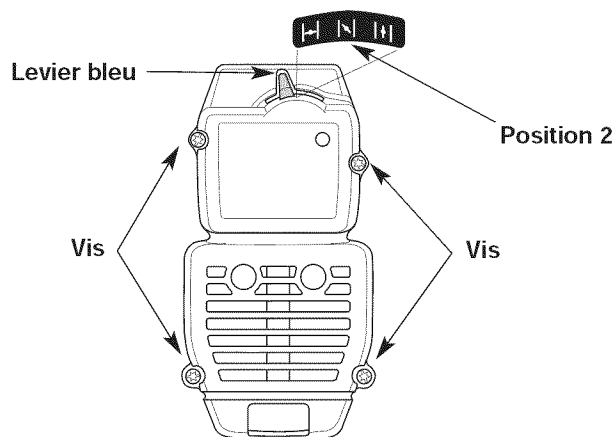

Fig. 23
REMARQUE: pour enlever le couvercle du filtre à air/silencieux, le levier bleu doit être en Position 2 (Fig. 23).
2. Retirez les quatre (4) vis retenant le couvercle du filtre à air/silencieux (Fig. 23). Servez-vous d'un tournevis à mèche no. 20 Torx.
2. Insérez les quatre (4) vis dans les trous du filtre à air/couvercle du silencieux (Fig. 23) et vissez sans trop serrer.